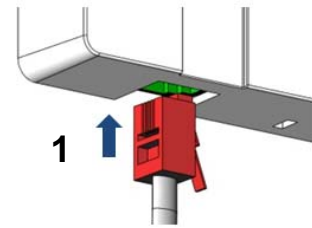

Abb. 6: Hörer anschließen
- ▶ Stecken Sie den Stecker der Hörschnur in die Buchse (1) an der Unterseite des Telefons (Abb. 6).